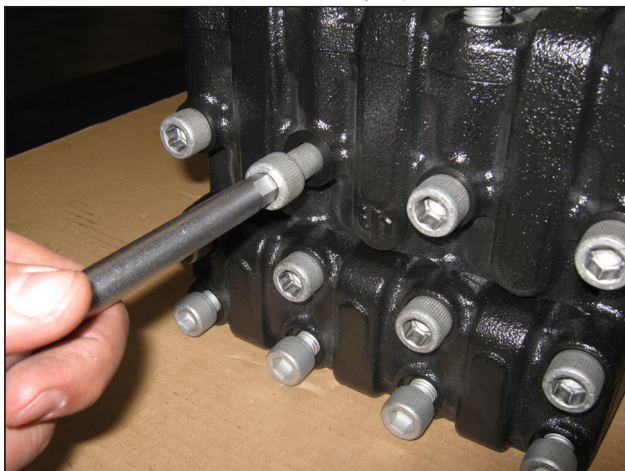

图 42
A) 如图 42所示, 拧下 M12x190 头部固定螺丝。